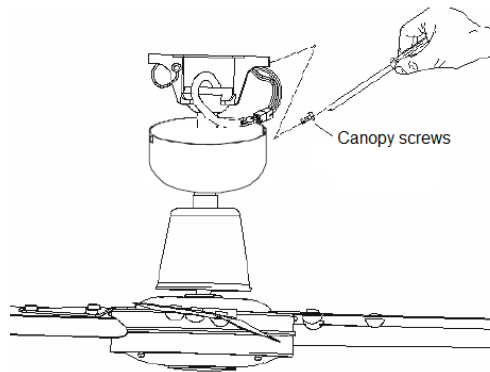

Fig. 9
- Couvrir le support de montage avec la voile. Assurer que tous les câblages électriques soient dans la voile et qui ne soient pas endommagés pendant cette procédure. Assurer la voile au support de suspension en utilisant les vis. Fig 9.